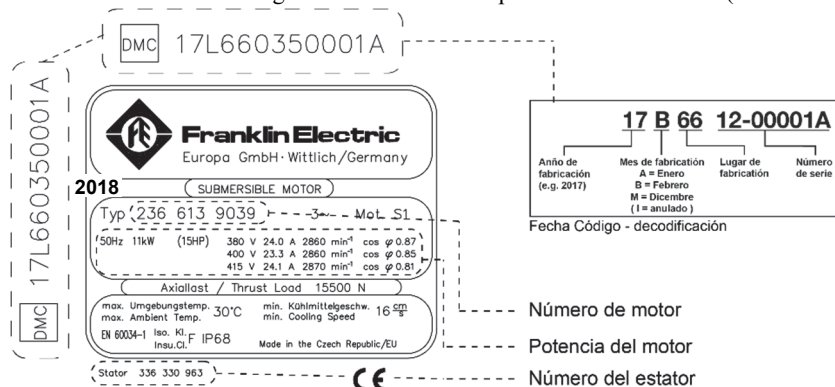

Ilustración 5-1: Placa de características con datos de fabricación
- ⇒ Verificación de la antigüedad del motor en la placa de características (ver Ilustración 5-1).